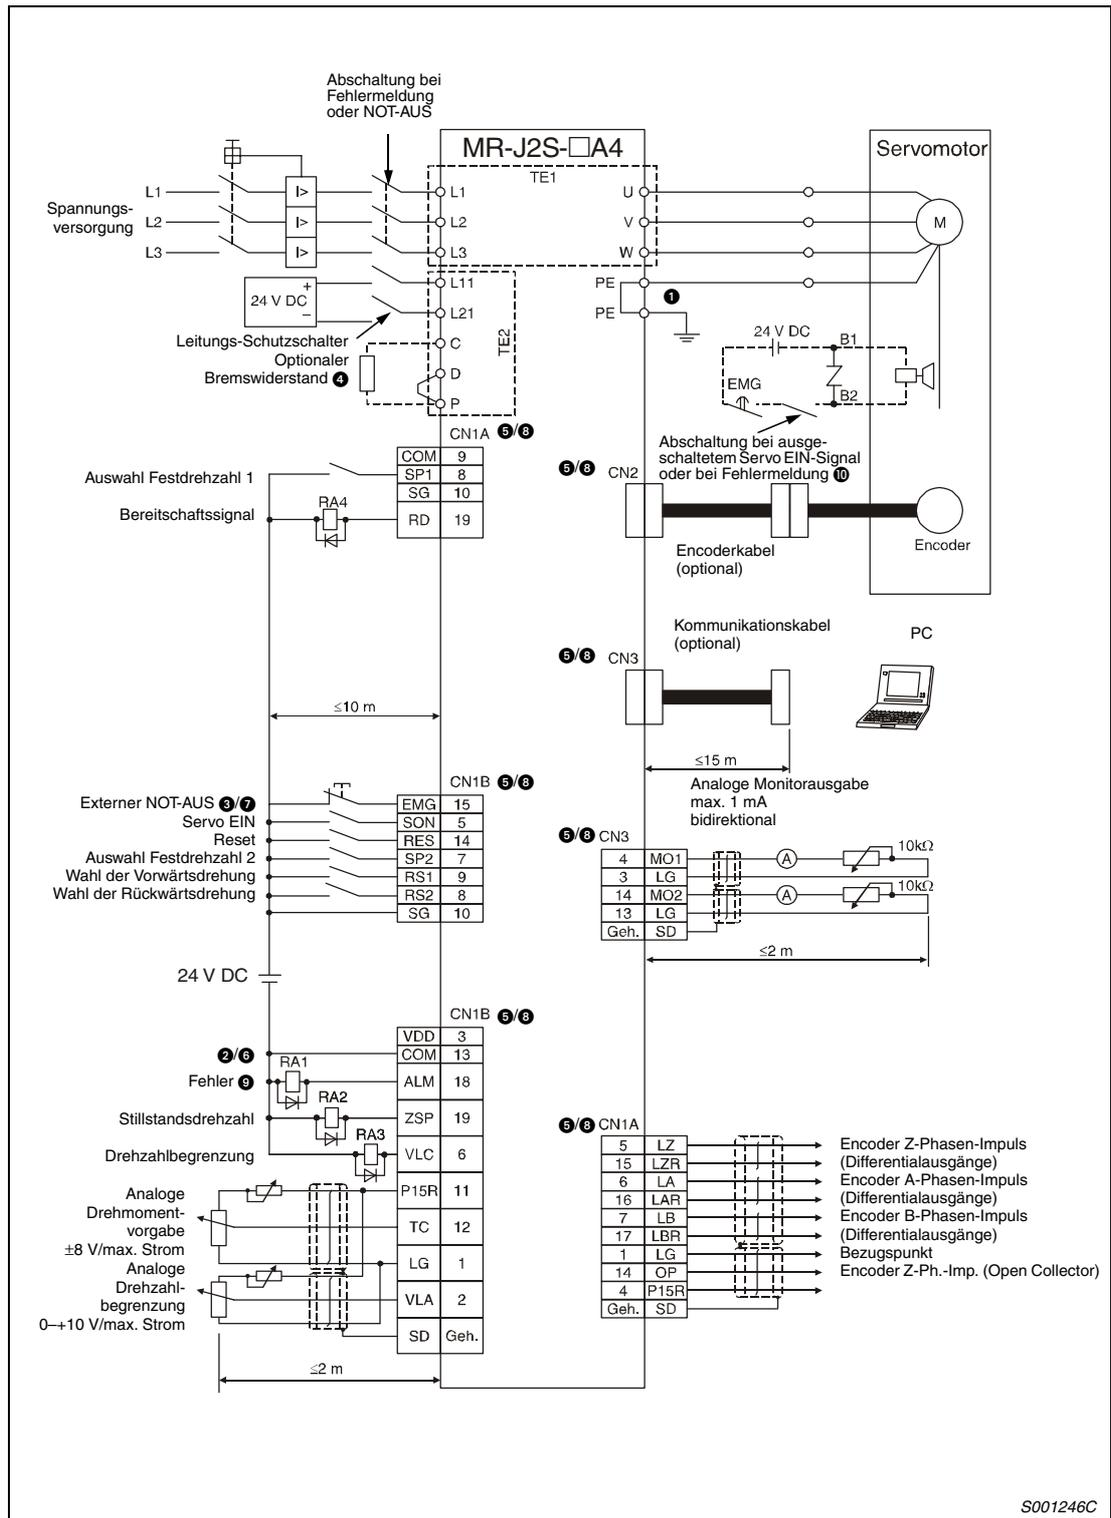

Abb. 3-52: Beispielschaltung zur Drehmomentregelung in positiver Logik
① **Achten Sie auf korrekte Erdung von Servomotor und Servoverstärker. Zur Vermeidung eines elektrischen Schlags müssen Sie die Schutzleiterklemme (PE) des Servoverstärkers, gekennzeichnet mit  $\perp$ , mit der Erdungsklemme des Schaltkastens verbinden.**
② **Achten Sie bei der Diode auf korrekten Anschluss. Ein verkehrter Anschluss der Diode führt zu fehlerhaftem Verhalten des Servoverstärkers und verhindert das Aus-senden von Signalen, die wichtige Schutzeinrichtungen wie NOT-AUS oder andere steuern.**
③ **Ein NOT-AUS-Schalter muss eingesetzt werden.**
**Hinweise zu Abb. 3-52**
- ④ Die gezeigte Beschaltung der Klemmen für den optionalen Bremswiderstand gilt ausschließ-lich für die Servoverstärker MR-J2S-200A4 oder kleiner. Eine genaue Beschreibung zur Beschaltung der Klemmen für andere Leistungsklassen finden Sie in Tab. 3-4.
- ⑤ Die Stecker CN1A, CN1B, CN2 und CN3 haben die gleiche Form. Eine falsche Belegung der Schnittstellen kann zum Kurzschluss und zur Zerstörung der Ein-/Ausgänge führen.
- ⑥ Der Summenstrom der externen Relais darf maximal 80 mA betragen. Übersteigt der Summenstrom diesen Wert, müssen Sie zusätzlich eine externe Spannungsversorgung vorsehen.
- ⑦ Vor der Betriebsaufnahme muss das externe NOT-AUS-Signal (EMG) eingeschaltet werden.
- ⑧ Im Servoverstärker sind Pins mit gleichem Namen miteinander verbunden.
- ⑨ Das Fehlersignal (ALM) ist, solange kein Alarm auftritt, immer eingeschaltet (Sicherheits-schaltung). Wird das Signal bei einem Alarm ausgeschaltet, sollte die Sollwertausgabe der überlagerten Steuerung durch ein Unterprogramm gestoppt werden.
- ⑩ Gilt nur für Servomotoren mit elektromagnetischer Haltebremse.